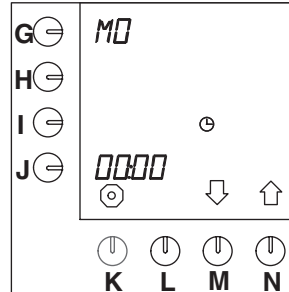

Abb. 31 Aktueller Tag und aktuelle Zeit
- Drücken Sie auf die Wahltafel (N.)↑, bis Abb.31 (Aktueller Tag und aktuelle Zeit) im Display erscheint.
- Die Position für die Stunden beginnt neben der Programmieraste zu blinken (Abb.31).